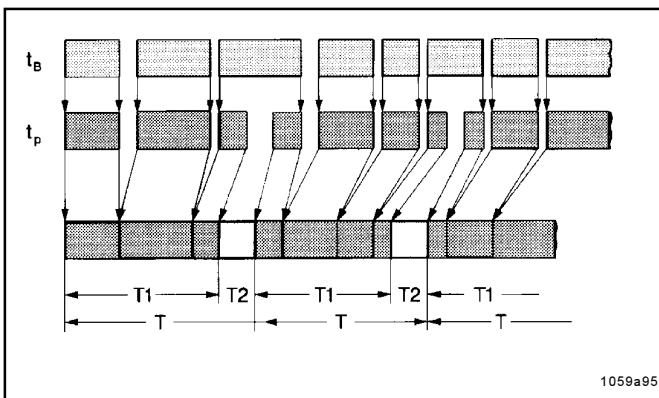

Abb. 6 - Zeitablaufdiagramm
- Die Steuerplatine steuert automatisch den Ablauf von Pausen- und Arbeitszeit der Zentralschmierpumpe 203, in Abhängigkeit der Maschinenbetriebsstunden t_B (Abb. 6).
- Ein Schmierzyklus besteht aus einer Pausen- und einer Arbeitszeit. Nach Ablauf der Pausenzeit beginnt die Arbeitszeit. Der Schmierzyklus wiederholt sich ständig, wenn die Maschine in Betrieb genommen worden ist, siehe Abb. 6.